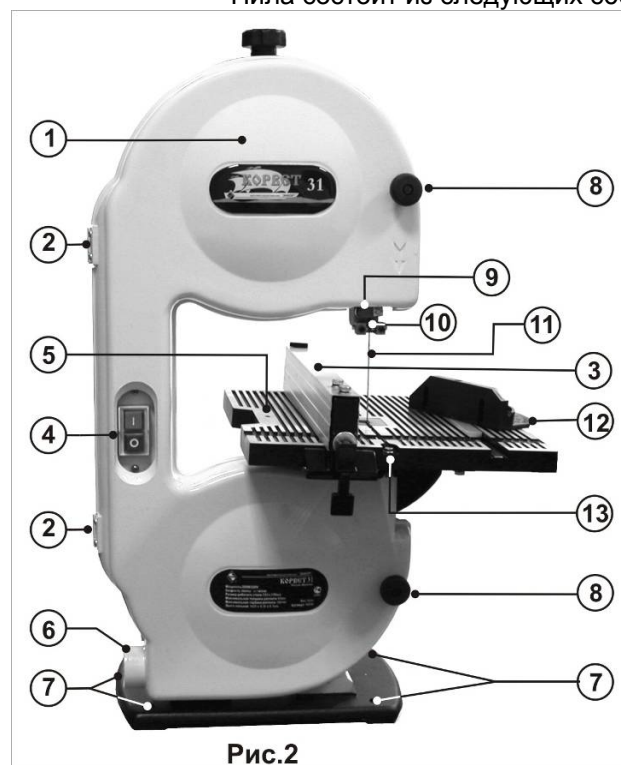
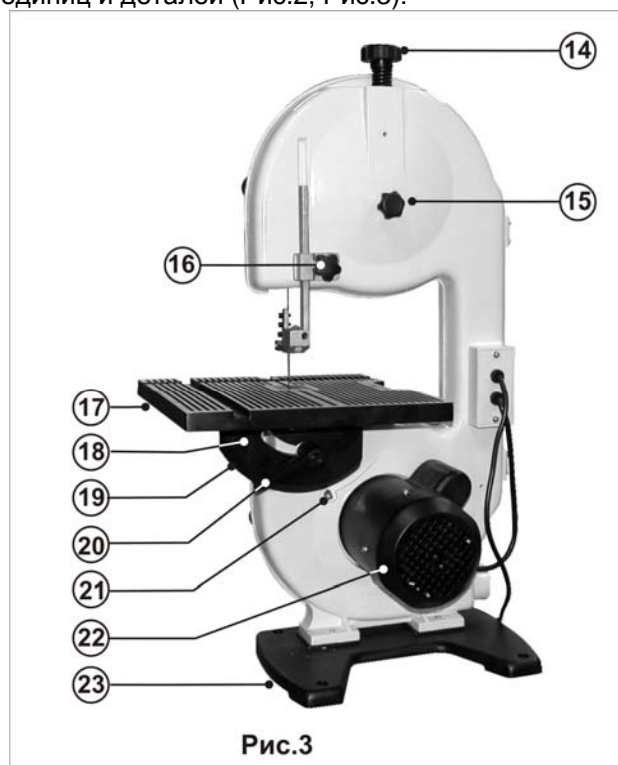
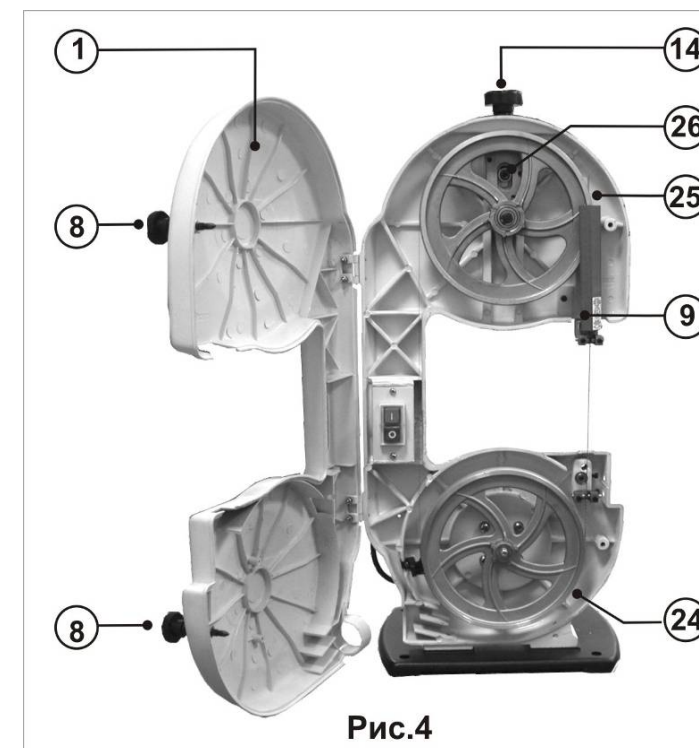

Рис.2
Рис.3
Рис.4
Пила состоит из следующих сборочных единиц и деталей (Рис.2, Рис.3):
12.2.7. При определенной тенденции «ухода» пильной ленты (11) в сторону, необходимо обратить внимание на ее заточку и развод. Целесообразно проконтролировать позиции подшипника (27) и ограничителей (28), стабилизирующих траекторию движения пильной ленты (11) в рабочей зоне, проконтролировать устойчивость посадки ленты (11) на ведущем и направляющем колесах (24, 25) (Рис.4, Рис.5).
### 12.3. Пиление алюминия (Рис. 2 - 4)
### 13.1. Смена пильной ленты (Рис. 2)
### 13.2. Контроль подшипников (Рис. 2)
### 13.3. Уход за поверхностью колес (Рис. 2- 4)
### 8.1. Основание, несущий корпус и защитные ограждения (Рис. 2, 3)
### 8.2. Установка пильной ленты (Рис. 2, Рис. 3, Рис. 4)
### 8.3. Привод ленты (Рис. 2, Рис. 3, Рис. 4)
##### 11.1. Пуск и остановка пилы (Рис.2, Рис.3, Рис.4)